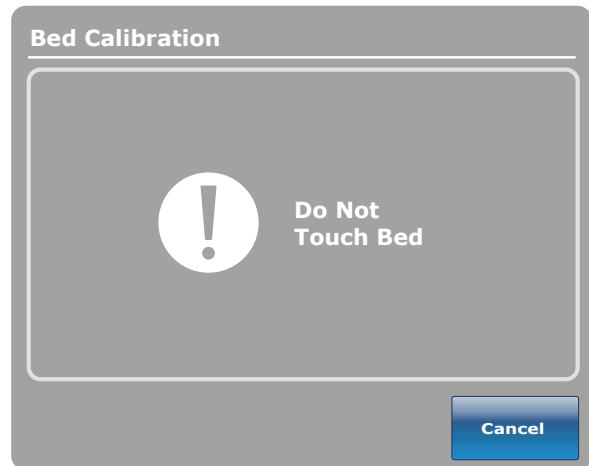

Abbildung 15: Bildschirm „Do Not Touch Bed“ (Bett nicht berühren)
14. Der in Abbildung 15 dargestellte Bildschirm „Do Not Touch Bed“ (Bett nicht berühren) erscheint.